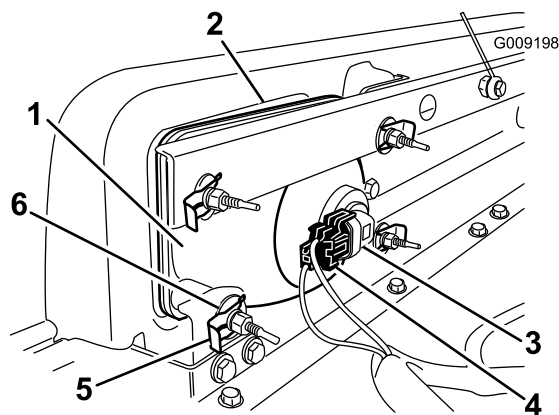

Figure 34
2. Sortez l'ensemble phare en le déplaçant vers l'avant à travers l'ouverture dans le pare-chocs avant (Figure 34).
3. Montez le phare neuf à travers l'ouverture dans le pare-chocs (Figure 34). Veillez à bien aligner les ergots sur les trous dans le support de montage du pare-chocs.